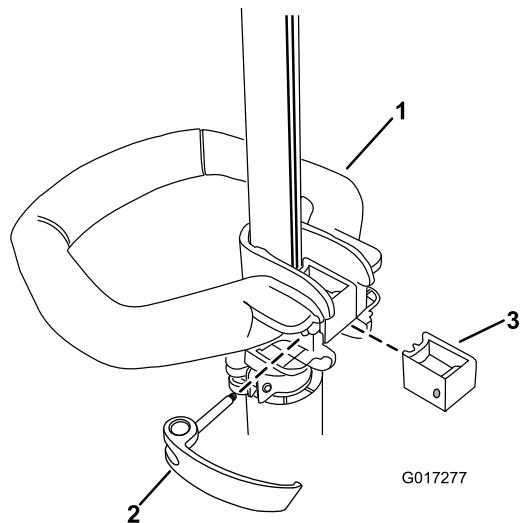

Figura 2
1. Coloque la empuñadura auxiliar sobre el mástil de la desbrozadora con la superficie lisa hacia el operador (Figura 2).
2. Introduzca la pieza de refuerzo en la empuñadura auxiliar de manera que el refuerzo encaje en la ranura del mástil (Figura 2).
3. Pase el pestillo desde la izquierda a través de la empuñadura y la pieza de refuerzo, según se indica, y apriete el tornillo del pestillo con un destornillador de punta Phillips (Figura 2).